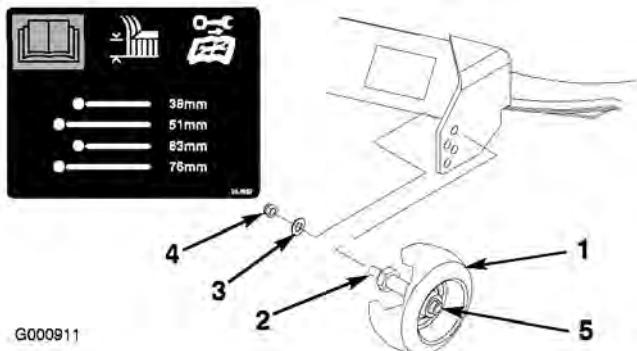

Bild 14
- A. Entfernen Sie nach dem Einstellen der Schnitthöhe die Mutter und Scheibe, während Sie den Bolzen mit einem Schraubenschlüssel festhalten (Bild 14).
Hinweis: Entfernen Sie nicht die Radmutter und Scheibe (Bild 14).
- B. Wählen Sie ein Loch, bei dem die Radstelze der gewünschten Schnitthöhe so nahe wie möglich ist (Bild 14).
3. Setzen Sie die Bolzenmutter und Scheibe ein (Bild 14).